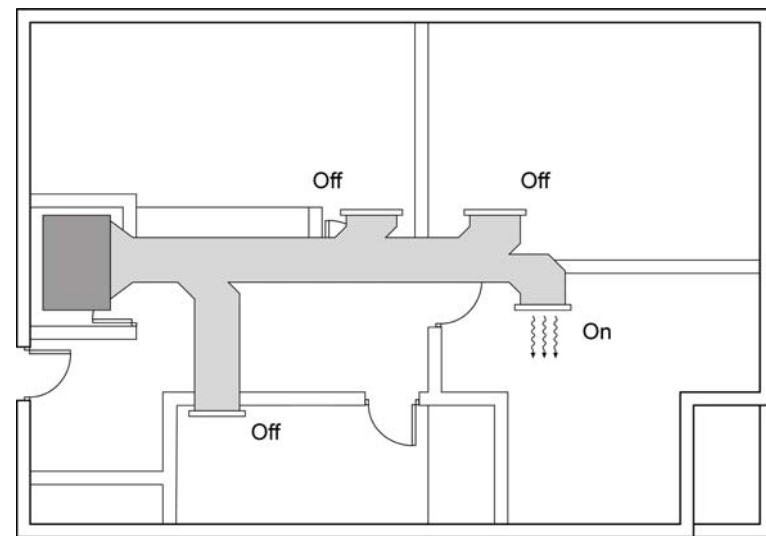

Fig. 6
- 3) Una vez realizado el ajuste anterior, ponga todas las zonas en Off y zona por zona vaya ajustando el deflector para conseguir una velocidad de impulsión comprendida en el rango de 2'0 m/s y 4'2 m/s. consulte el documento “Ajuste del Deflector” que se adjunta al Manual de Instalación del Sistema Airzone (Ver Fig. 6).
- 4) See "Deflector Manual" that is supplied with Airzone System (See Fig. 6).
- 4) Eteindre toutes les zones et, zone par zone, ajuster le déflecteur afin d'obtenir une vitesse de soufflage comprise entre 2,0 et 4,2 m/s. Consulter le document « Réglage du déflecteur » joint au manuel d'installation du système de zones (Voir Fig. 6).
- 4) Una volta realizzate le equilibrature al punto precedente, mettere tutte le zone in OFF, e attivando zona per zona si aggiusti l'equalizzatore di flusso per ottenere una velocità di uscita dai terminali compresa tra i 2,0 e i 3,0 m/s. Consultare il documento settaggio dell'equalizzatore nel manuale di installazione del sistema Airzone (Vedere Fig. 6).